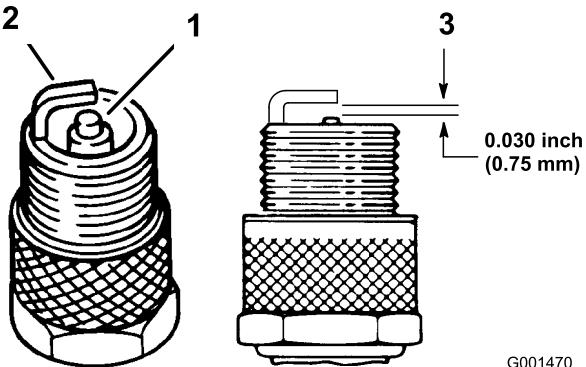

Bild 23
1. Sehen Sie sich die Mitte der Zündkerzen an (Bild 23). Wenn der Kerzenstein hellbraun oder grau ist, ist der Motor richtig eingestellt. Eine schwarze Schicht am Kerzenstein weist normalerweise auf einen schmutzigen Luftfilter hin.
2. Prüfen Sie den Abstand zwischen den mittleren und seitlichen Elektroden (Bild 23). Verbiegen Sie die seitliche Elektrode (Bild 23), wenn der Abstand nicht stimmt.